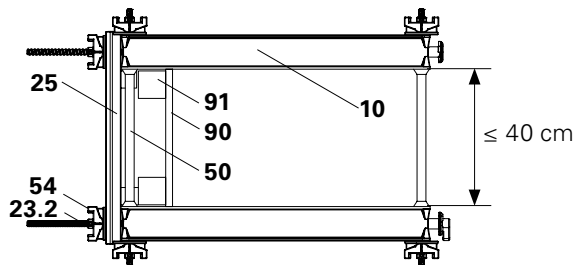

Fig. B9.03a
1. Tagliare il pannello di testata (90) conformemente allo spessore della parete.
2. Posizionare il pannello di testata e due travetti squadrati (91). (Fig. B9.03a)
3. Montare l'ancoraggio (50), v. capitolo B2, Sistema di ancoraggio.
5. Infilare l'allineatore DUO 62 (25) sul tirante d'angolo DUO, quindi utilizzare una piastra con dado (54) serrare manualmente o con la spatola DUO.